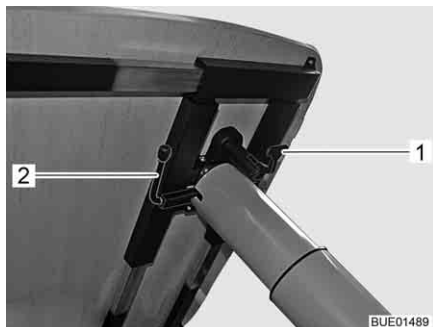

Bild 112 Inställning lyftbord
- Fäll ned låsarmen (Bild 112,1).
- Sväng spaken (Bild 112,2) under bordsskivan 180° medurs. Lyftmekanismen i bordsbenet låses upp.
- Sväng spaken (Bild 112,2) under bordsskivan 180° medurs. Bordsskivan åker själv upp till det övre ändläget.